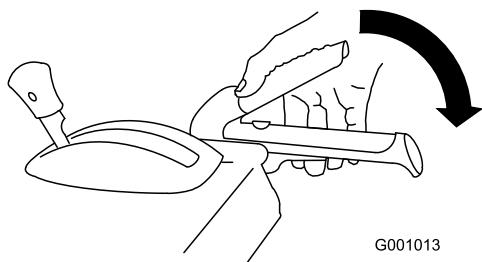

Figure 29
- Pour engager la vis sans fin/turbine, serrez le levier droit (vis sans fin/turbine) contre la poignée (Figure 29).